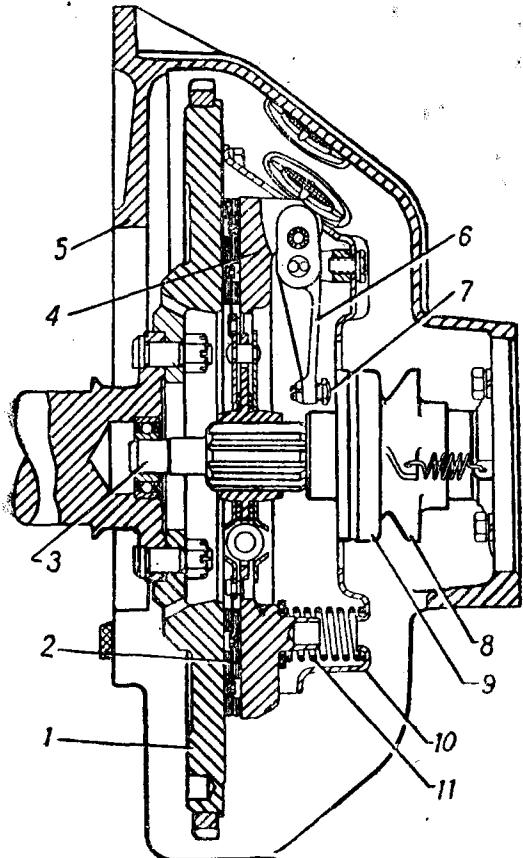

Рис. 45. Сцепление.
**Сцепление** — однодисковое, сухое (рис. 45). Кожух 10 нажимного диска 4 крепится болтами к маховику 1 коленчатого вала двигателя. Ведомый диск 2, установленный на шлицевом конце первичного вала коробки передач усилием пружин 11 постоянно прижимается нажимным диском 4 к маховику.